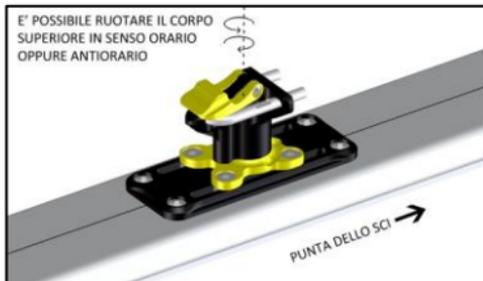

FIGURA 16
- Posizionare la talloniera nella configurazione illustrata in **FIGURA 16**, ruotandone manualmente il corpo superiore, ed avendo cura di ribaltare lo sportellino a fine corsa in direzione della coda dello sci.